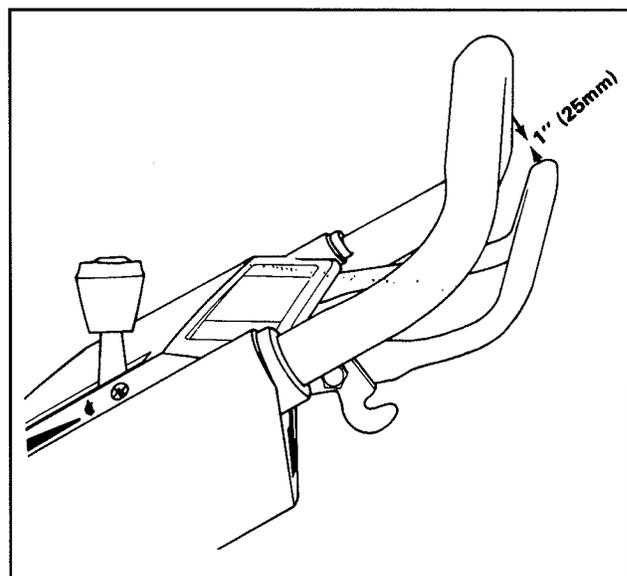

Abbildung 20
- Um die Einstellung zu überprüfen, den Antriebshebel langsam gegen den Griff drücken. Der Antrieb ist dann richtig eingestellt, wenn Sie am Antriebshebel etwa 25 mm vom oberen Griff entfernt Widerstand spüren (Abb. 20).